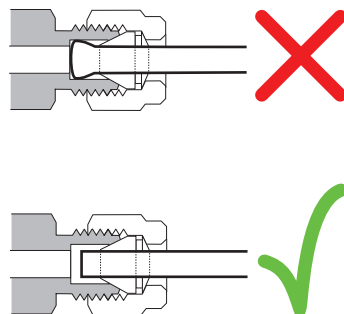

図 22 完成したフィッティング
- 10 図 22 には、正しくねじ込まれた接続と正しくねじ込まれていない接続の両方が示されています。正しくねじ込まれたフィッティングの配管の端は、破損しておらずまたフェラルの動作を妨げないことに注意してください。